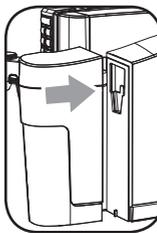

Рис.1
- 1- Приблизить графин к машине, поддерживая его слегка приподнятым (рис.1).